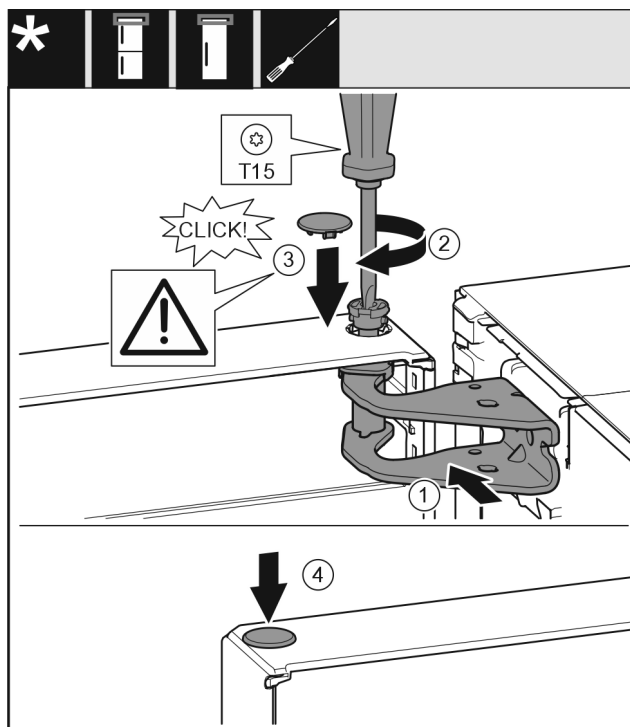

Fig. 58
- Nolīmeņojiet durvju augšdaļu pret atveri gultņa balstā Fig. 58 (1).
- Ievietojiet tapu Fig. 58 (2) un pieskrūvējiet ar skrūvgriezi.
- Ievietojiet pārsegu Fig. 58 (3).
- Pārbaudiet, lai pārsegs Fig. 58 (3) piekļautos pie durvīm.
- Ievietojiet pārsegu Fig. 58 (4).